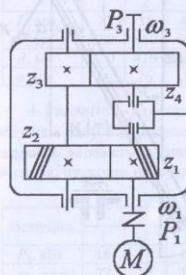

Рис. 48
5. Рассчитать колёса косозубо-прямоугобого соосного редуктора (рис. 48). Мощность на ведомом валу редуктора P_3 , угловая скорость ведомого вала ω_3 и передаточное число редуктора *u* приведены в табл. 48. Сроком службы зубчатых колёс задаться (в пределах $L_h = 10\,000 \div 20\,000$ ч.)
6. По данным задачи 5 рассчитать промежуточный вал редуктора (рис. 48) и подобрать для него по ГОСТ подшипники качения. Расстоянием между зубчатыми колёсами и подшипниками задаться. Привести рабочий эскиз вала (см. рис. 6).